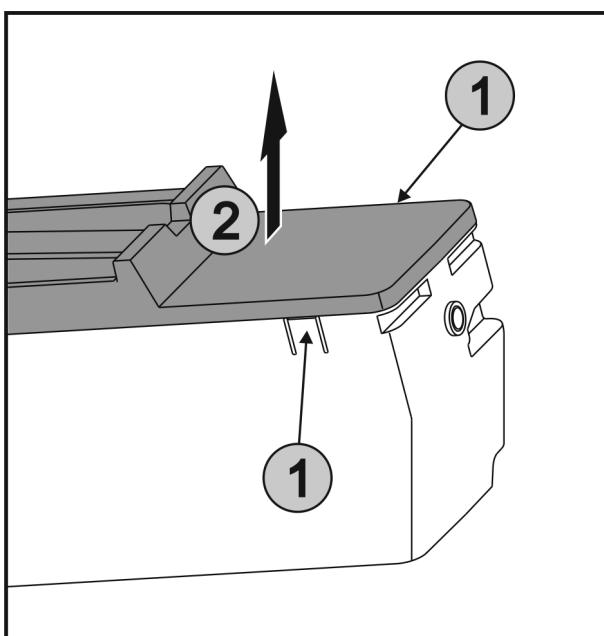

Fig. 49
- Stlačte západky Fig. 49 (1) na obou stranách EasyTwist-Ice současně a sejměte kryt Fig. 49 (2) směrem nahoru.